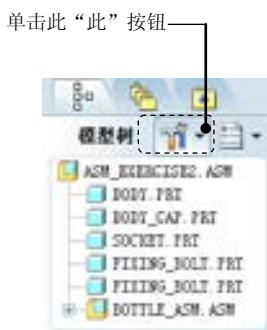

图 7.6.1 模型树 (一)
Step2. 在图 7.6.1 所示的装配模型树界面中单击 ，然后选中“显示”选项组下的 特征 复选框。这样每个零件中的特征都将在模型树中显示。